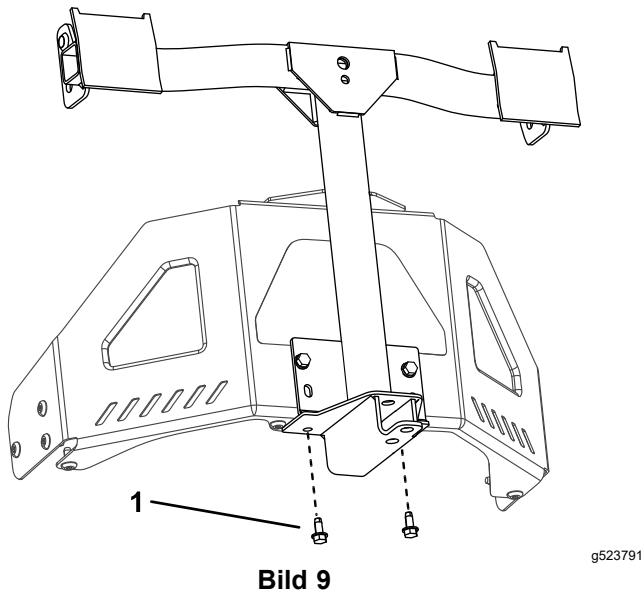

Bild 9
3. Befestigen Sie den Drehrahmen mit zwei Blechschrauben (5/16" x 3/4") an der Unterseite des Maschinenrahmens, wie in **Bild 9** abgebildet.